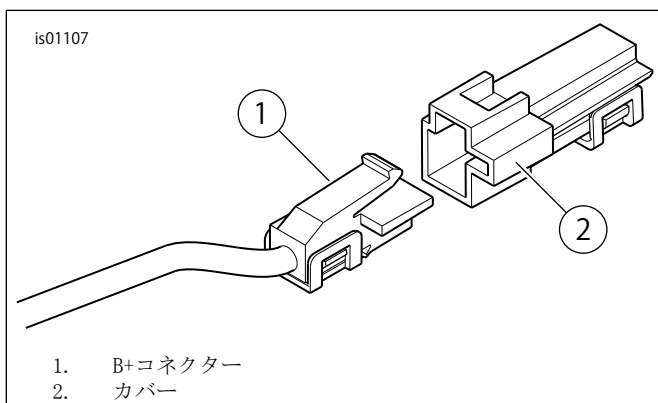

図20. B+コネクター
1. 「図20」を参照してください。メイン電気系統ハーネスのB+(バッテリープラス)コネクター(1)(未使用灰色コネクターが付いた赤色配線)を見つけます。コネクターからカバー(2)を取り外します。